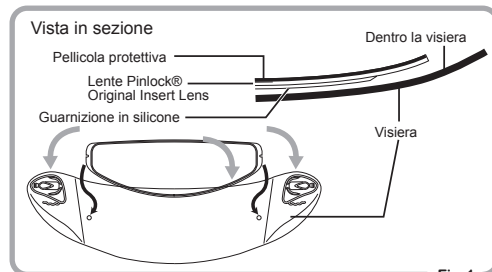

Fig.1
- ① Applicare la parte con guarnizione in silicone della lente Pinlock® Original Insert Lens all'interno della visiera senza rimuovere la pellicola protettiva dalla lente. Nello stesso tempo, applicare la lente Pinlock® Original Insert Lens all'interno della visiera inserendola e facendo scattare i perni eccentrici. (Fig 1 e 2)